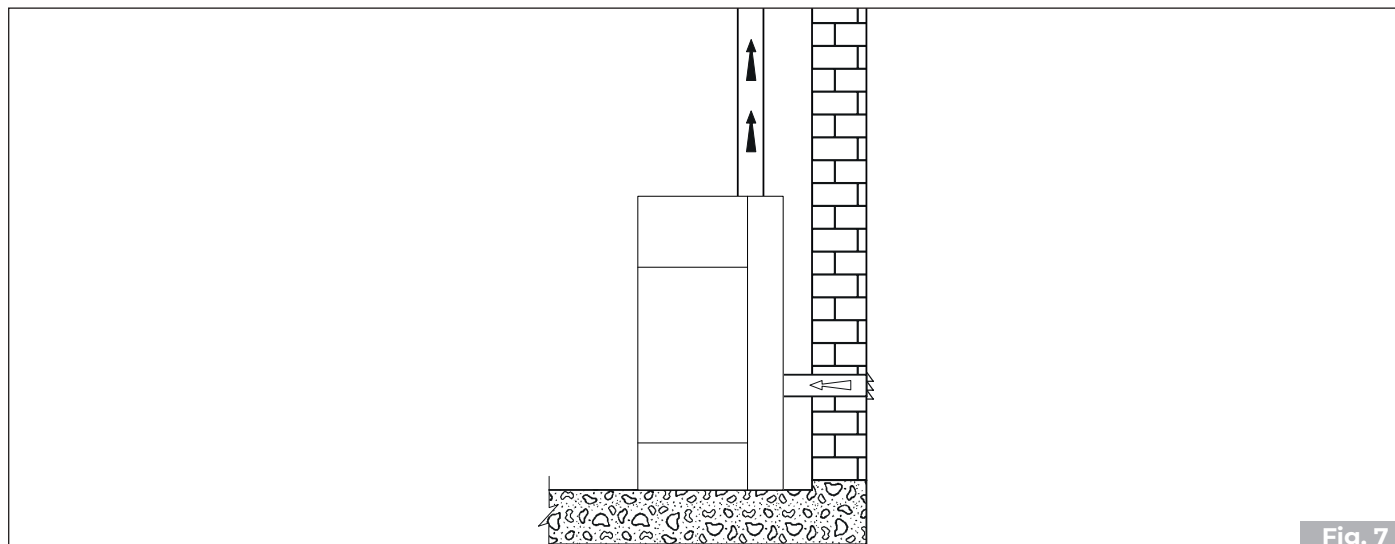

Fig. 7
- directamente desde el exterior con conexión directa a la cámara de combustión (**Fig. 7**).
- conectar la entrada de aire comburente del aparato a la toma de aire con un conducto adecuado (**Fig. 7**).